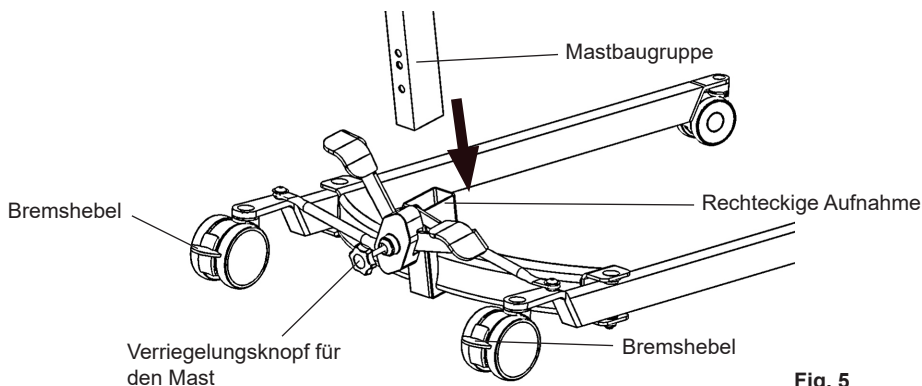

Fig. 5
2. Stellen Sie die hinteren Laufrollen fest, indem Sie die Bremshebel nach unten drücken (Fig. 5).
3. Bringen Sie die Mastbaugruppe am Fahrgestell an. Der Mast wird in die rechteckige Aufnahme oben in der Mitte des Fahrgestells eingesetzt. (Fig. 5 - Modell mit manuellem Fahrgestell abgebildet).
4. Wenn der Mast ganz in der Aufnahme eingerastet ist, drehen Sie den Verriegelungsknopf für den Mast (Fig. 5) im Uhrzeigersinn, bis er ganz angezogen ist.